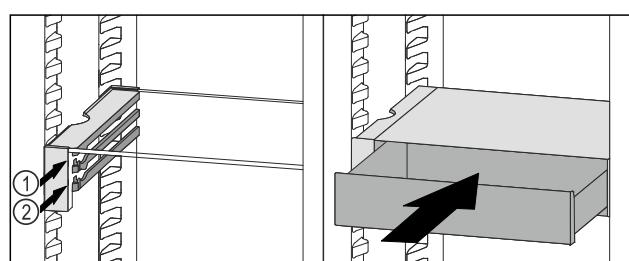

Fig. 114
- ▶ Zásuvku VarioSafe nasadte za zarázkami na požadovanom rebre Fig. 114 (1) alebo Fig. 114 (2).